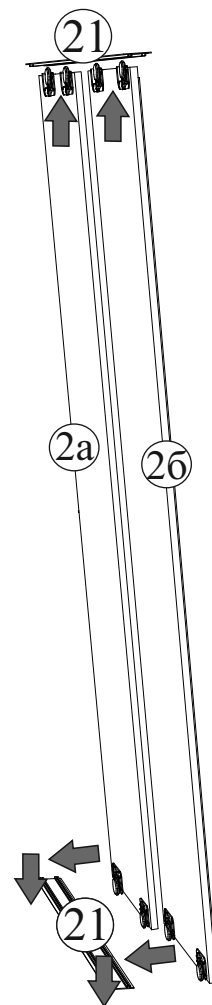

Рис.13
15. И последнее - это установка ручек в отверстия на дверях-купе, поклейка самоклеющегося цгеля на торец двери со стороны ручки и установка готовых дверей в шкаф (рис.13). После установки двери отрегулировать по боковинам шкафа с помощью регулировочных винтов на нижних роликах.